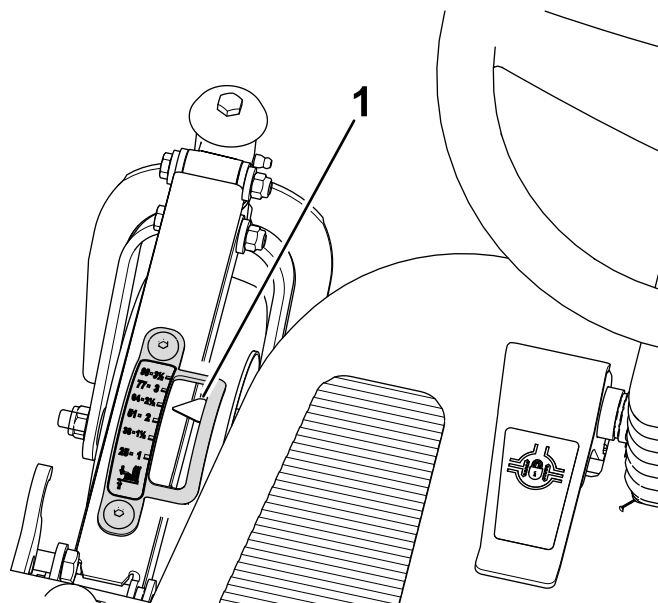

Figura 101
1. Regolate l'altezza di taglio a 64 mm (Figura 101).